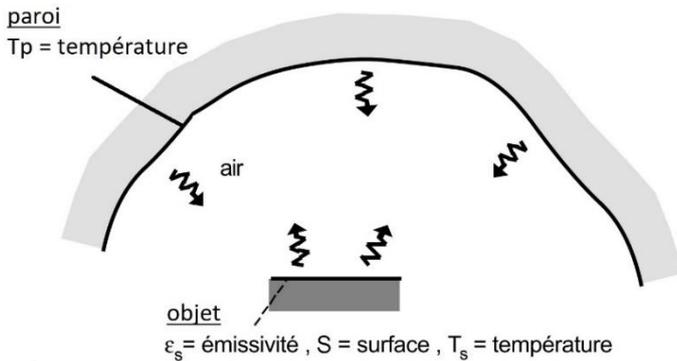

Figure 15. Echange par rayonnement entre un objet et une paroi qui l'entoure
- ★ Considérons le cas d'un **petit objet opaque et convexe, entouré d'une paroi de grandes dimensions** (voir figure 15). Le milieu entre le petit objet et la paroi est transparent.